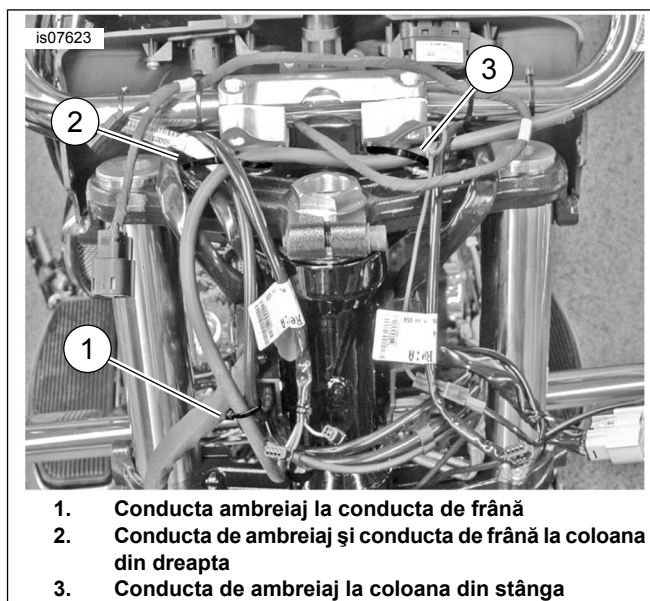

Figura 1. Conducte lichid ambreiaj și frână, modele cu carenaj (carenaj eliminat pentru claritate)
4. **Modele cu carenaj:** a se vedea Figura 1 . Scoateți curelele de cablu care fixează conducta de lichid ambreiaj la cablul de frână și la clema ghidonului.
2. **Modele cu carenaj:** a se vedea Figura 1 . Direcționați conducta de lichid ambreiaj prin carenajul interior spre cilindrul principal reconstituind traseul inițial. Fixați lejer conducta la fiecare coloană de ghidon și la conducta de frână cu trei curele de cablu noi (achiziționate separat).
9. **Modele cu carenaj:** a se vedea Figura 1 . Fixați conducta de lichid ambreiaj la cleva ghidonului și la conducta de frână folosind trei curele de cablu noi. **Modelele FLRT:** a se vedea Figura 6 . Montați o curea de cablu în jurul tubului cadru și conductei de ambreiaj prin micul slot din consola tubului de cadru. **Modelele Softail:** a se vedea Figura 8 . Ajustați traseul în fața ABS-ului (după caz) și în jos spre tubul cadrului de pe partea dreaptă. Fixați după cum ați notat în timpul demontării.